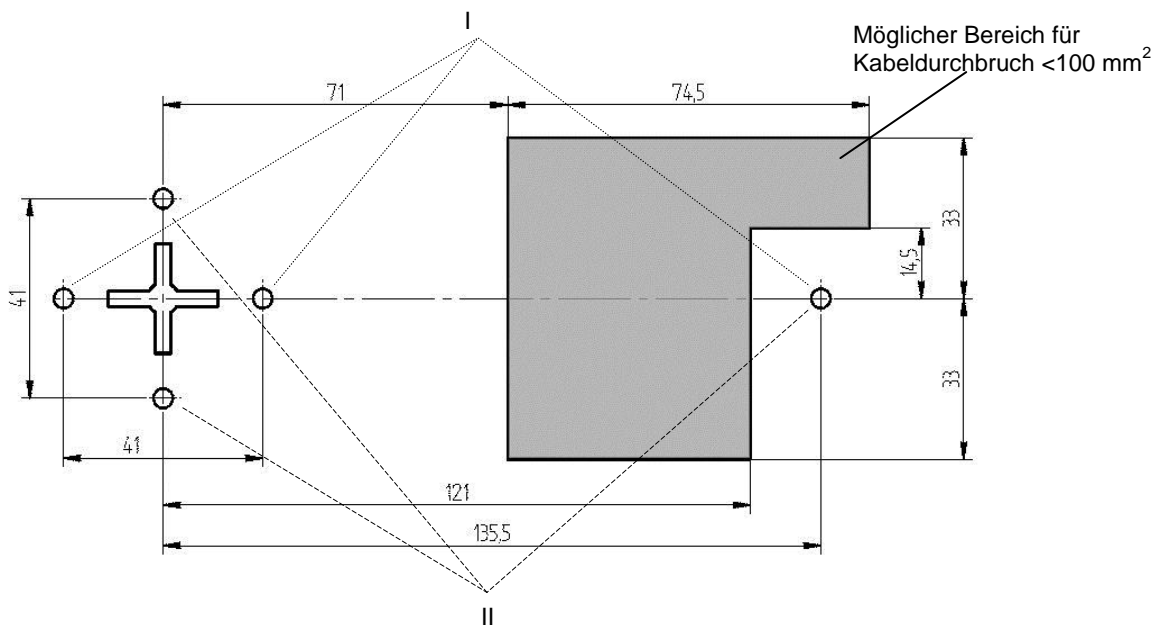

Abbildung 7: Bohrlöcher Bedieneinheit und möglicher Bereich für Kabeldurchbruch
Zur Montage der Eingabeeinheit sind zunächst 3 Bohrungen mit M4 Gewinde gemäß der Abbildung 7 erforderlich. Es sind zwei Verschraubungsmöglichkeiten gegeben. Diese sind in der Abbildung 7 mit I bzw. II dargestellt. Je nach Einbaulage muss die Abbildung 7 gegebenenfalls entsprechend der Tabelle 5 gedreht werden.
Darüber hinaus wird ein weiterer Durchbruch in der Schranktür benötigt, der als Kabeldurchführung für das Verbindungskabel (12) zwischen Schloss (1) und Eingabeeinheit (8 + 11) verwendet wird. Die Größe des Kabeldurchführungsloches darf maximal 100 mm² betragen (z.B. eine Bohrung max. Ø11,25) und muss innerhalb der grau markierten Flächen der Abbildung 7 positioniert werden.
Das Combi B 30 Basisteil (11) ist nun mit den drei beiliegenden Schrauben (9) wie in Abbildung 7 dargestellt auf der Behältnistür anzuschrauben (Bohrlochspezifikationen siehe Kapitel 4.2). Dabei ist auf eine saubere Kabelführung zu achten: Je nach Position des Kabeldurchführungsloches muss das Verbindungskabel (12) eventuell unter dem Basisteil (11) zum Kabeldurchführungsloch geführt werden. Dabei darf das Kabel nicht gequetscht oder beschädigt werden (siehe Hinweis in Kapitel 5.3.3) sondern es ist darauf zu achten, dass es flach unterhalb des Basisteils bis zum Durchführungsloch im Schrank verlegt wird.